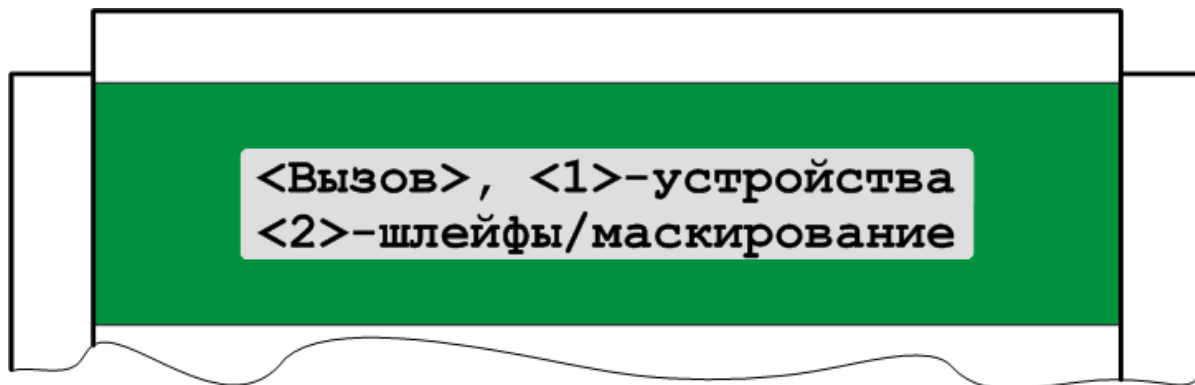

Рисунок 8 – Меню технической службы
- 2) Предъявить пропуск «Техническая служба». На индикаторной панели включится подсветка, появится надпись **«СОТРУДНИК ТЕХНИЧЕСКОЙ СЛУЖБЫ»** и появится меню технической службы (рисунок 8).